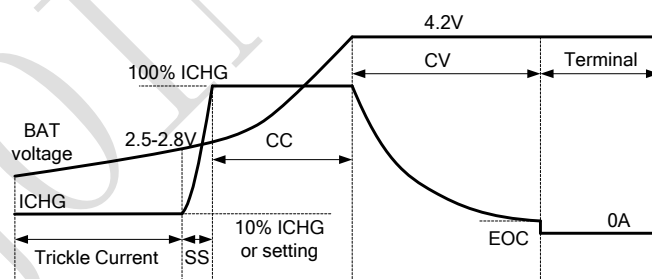

图 8: 充电过程示意图
图 8 显示 IP2302 线性充 4.2V 锂电池的典型充电模式和典型的充电过程。对于终端电压低于 pre-charge 门限 (V_{BAT_PRE}) 的深度放电的电池，IP2302 将以 pre-charge (CC/5 或 CC/10 可选) 的电流开始涓流充电 (Pre_charge Current)。当电池电压达到 Pre_charge 门限后，芯片开始以设定值 (CC 寄存器 REG02[5:0] 设定) 的恒定电流充电。一旦电池电压达到 4.2V，芯片将在恒压 (CV) 模式下工作，直到电池充满电。在 CV 模式下，充电电流下降，当 CV 模式下的充电电流降低到 EOC 电流时，充电指示灯指示充电截至且停止充电。